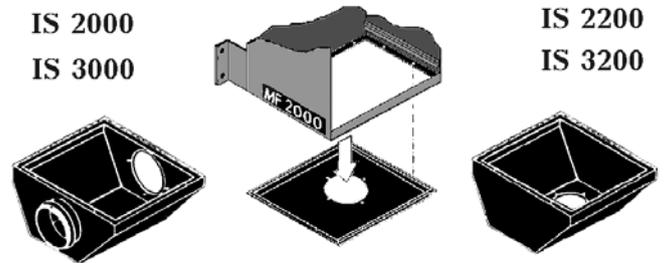

Рисунок 8.6
8.7. Установка альтернативных приемных камер (рис. 8.6.). Ослабьте и удалите винты, удерживающие приемную камеру. Установите альтернативную приемную камеру аналогичным образом. Альтернативные приемные камеры указаны в п. 1.3.